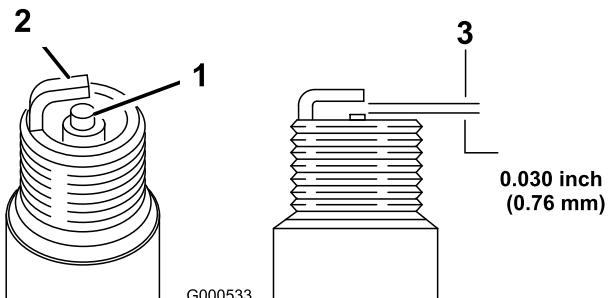

Figure 27
- 1. Vis (4)
11. Réglez l'écartement des électrodes à 0,76 mm (0,030") (Figure 27).